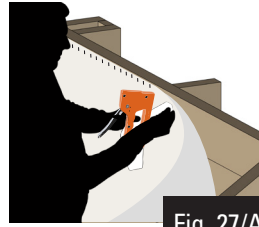

Fig. 27/Abb. 27/Afb. 27
- Positionner les agrafes tous les 20 cm (figure 27)
- Setzen Sie alle 20 cm eine Heftklammer (Abb. 27).